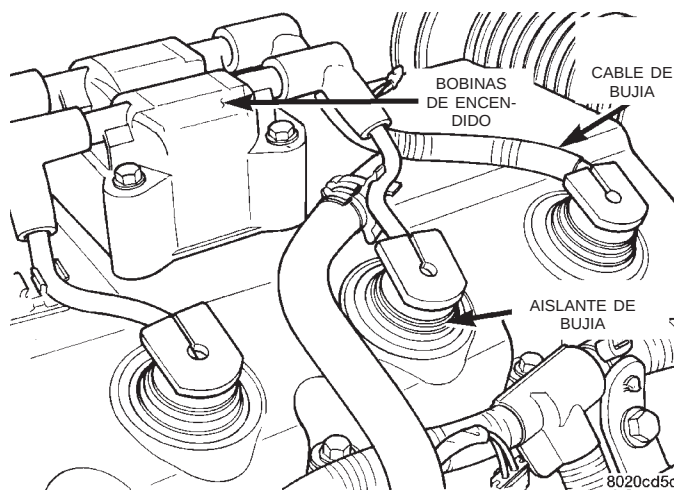

Fig. 28 Conjunto de bobinas de encendido
(1) Retire el conjunto de bobinas de encendido (Fig. 28).
(2) Retire los pernos de la tapa de la culata de cilindros.
(3) Retire la tapa de la culata de cilindros de la culata.